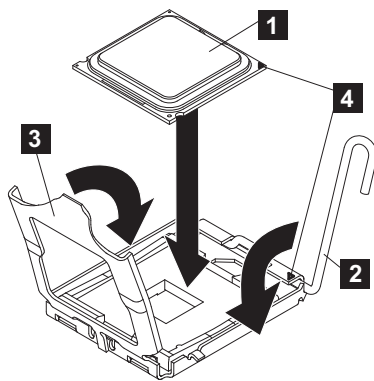

図 262. SAN ポリューム・コントローラー 2145-CG8 または 2145-CF8 のマイクロプロセッサ・ブラケット・フレームを閉じる
- マイクロプロセッサ取り付けツール上のマイクロプロセッサに付いている三角形の位置合わせマーク（296 ページの図 262 の **4**）を、マイクロプロセッサ上の三角形の位置合わせマークに揃えた後、取り付けツールの下部でマイクロプロセッサを正しくつかめるように、ツールの底面をマイクロプロセッサにかぶせます。
マイクロプロセッサとソケットを位置合わせするには、マイクロプロセッサ・ソケットの三角形の位置合わせ用切り欠きと、マイクロプロセッサの三角形の位置合わせマーク（296 ページの図 262 の **4**）を使用します。また、切り欠きの位置も、マイクロプロセッサの位置合わせに利用してください。